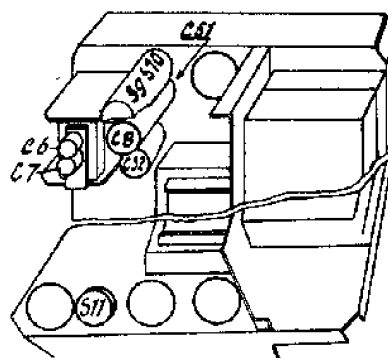

FIG 5
7. S10 en S11 op maximum output regelen. (Fig.5).
5. Respectievelijk C7 en C6 op maximum output afregelen. (fig.5)
10. C52 op maximum output afregelen (fig.5)
5. C8 afregelen op maximum output. (fig.5).
10. C51 afregelen op maximum output (fig.5)